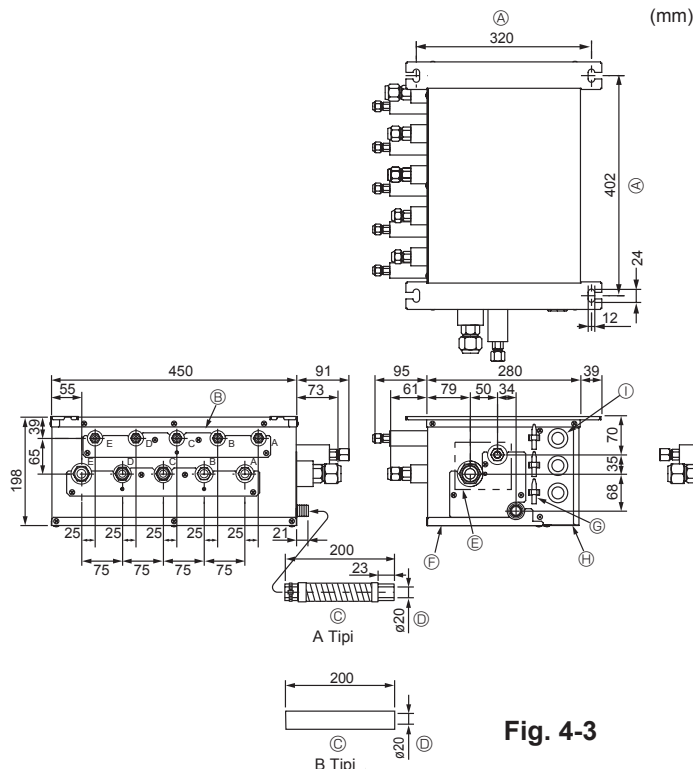

Fig. 4-3
■ PAC-AK51BC/PAC-AK52BC/PAC-AK53BC (Fig.4-3)
- (1) Askı civatalarını (bulduğunuz yerden temin edin) belirtilen mesafede (Fig. 4-3, 4-4) takın.